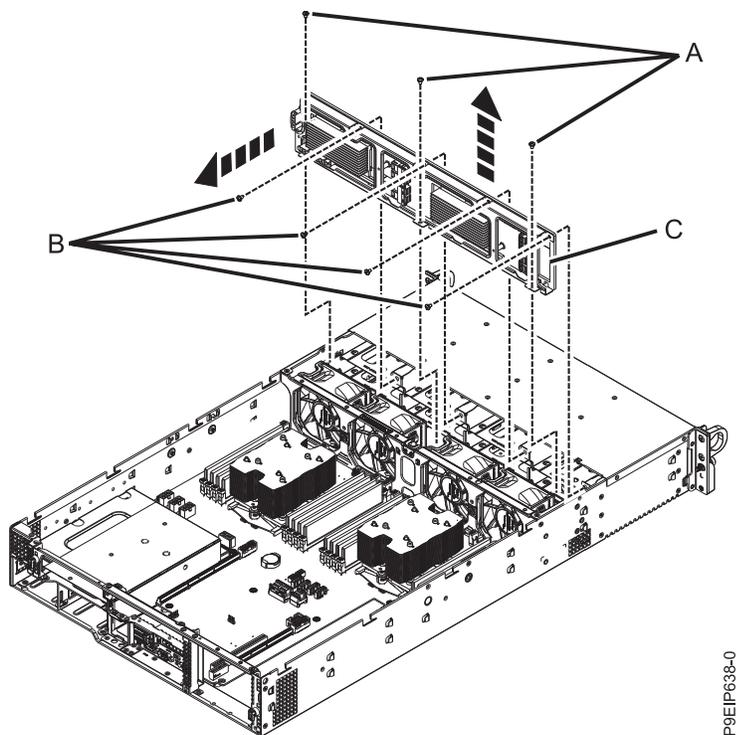

図 18. ディスク・ドライブ・バックプレーンとねじの取り外し
6. 7 本のねじ (A、B) とディスク・ドライブ・バックプレーン (C) にラベルを付けて、取り外します (23 ページの図 18 を参照)。
- a. (A) は、下部の 3 本のねじを示します。ディスク・ドライブ・バックプレーンに取り付けられている電源コネクタが下部のねじを覆っている場合は、必要に応じて 1 つ以上の電源ケーブルのプラグを抜いて、目的のねじにアクセスできるようにします。
- b. (B) は、上部の 4 本のねじを示します。ねじにアクセスするために必要な場合は、オペレーター・パネル・ケーブルを移動します。
- c. ディスク・ドライブ・バックプレーンをシャーシから真っすぐに持ち上げて外します (23 ページの図 18 を参照)。